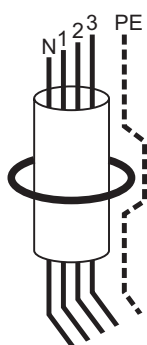

Figura 1.
■ utilizar um toro de diâmetro nitidamente superior àquele do cabo que o atravessa (2 x Ø) (figura 1).